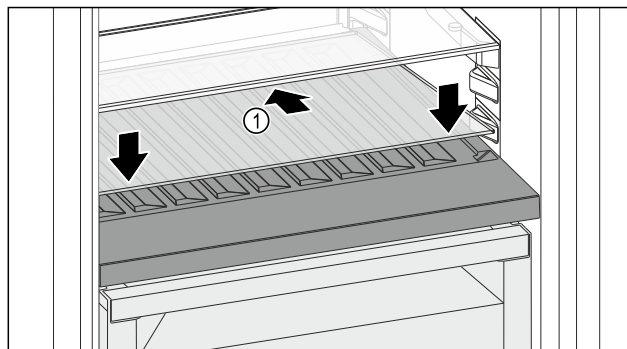

Fig. 115
- ▶ Ustawić płytę szklaną Fig. 115 (1) pod ukosem, nachyloną do tyłu w dół.
- ▶ Opuścić płytę szklaną Fig. 115 (1) z przodu.